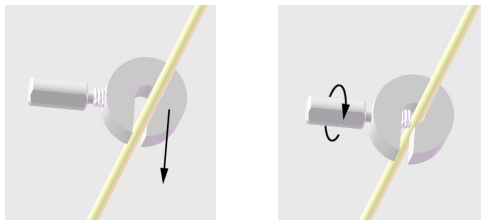

Figura 2: Aplicación del tope del electrodo de ECP
5. Mida la profundidad deseada del electrodo de ECP con un calibre o regla y aplique el tope del electrodo de ECP a esa longitud. Para aplicar el tope del electrodo de ECP, empuje el electrodo de ECP al centro del tope del electrodo y, a continuación, apriete el tornillo (Figura 2). Esto garantizará que el electrodo de ECP se inserte a la profundidad correcta.